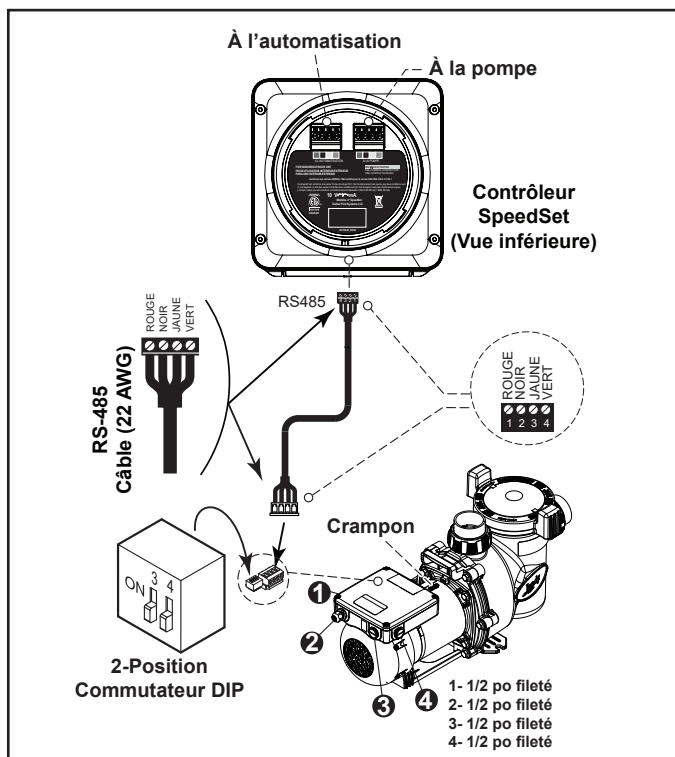

Figure 9. Câblage vers un contrôleur
Les sections à haute tension sont pourvues de deux (2) ports de conduit 1/2 po NPT (filetés). Les raccords de conduit ne sont pas fournis (se reporter à la Figure 9).